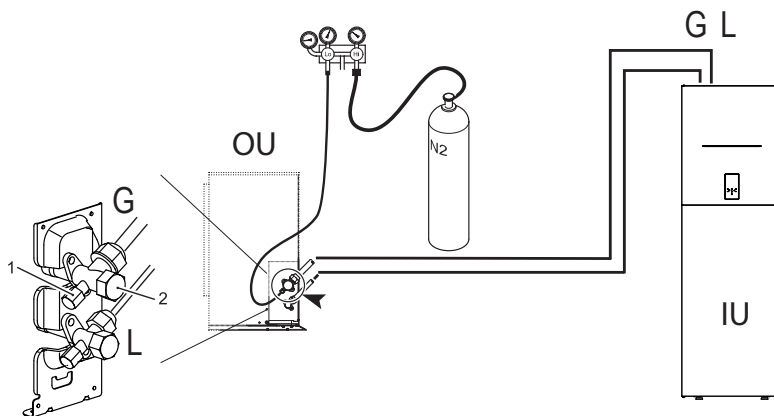

fig. 13 - Probă de etanșeitate la aer și detectare a scurgerilor
- Cu robinetele unității externe complet închise, scoateți capacul robinetului de service (piesa 1 - fig. 13) și racordul (piesa 2 - fig. 13) supapei de gaz (cea mai mare).